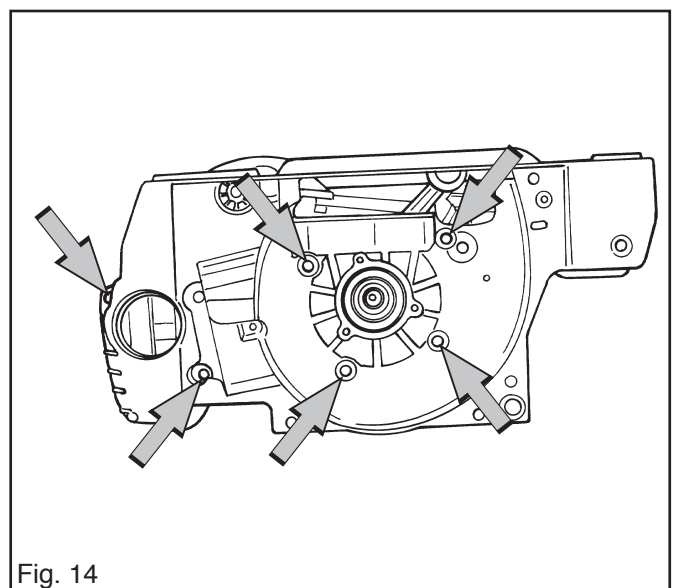

Fig. 14
6. Mettre en place les six vis. Les visser alternativement. Couple de serrage final 8 Nm. Voir fig. 14.